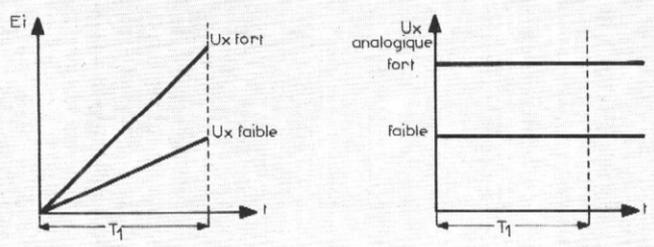

Figure 1
1. La conversion analogique-digital (figure 1)
A la sortie de l'intégrateur, on obtient une rampe de pente plus ou moins importante suivant la valeur de la tension d'entrée U_x , comme le montrent les courbes de la **figure 1** et dont l'amplitude est E_i . La valeur du temps T_1 est fixée par un nombre d'impulsions d'une horloge (oscillateur).